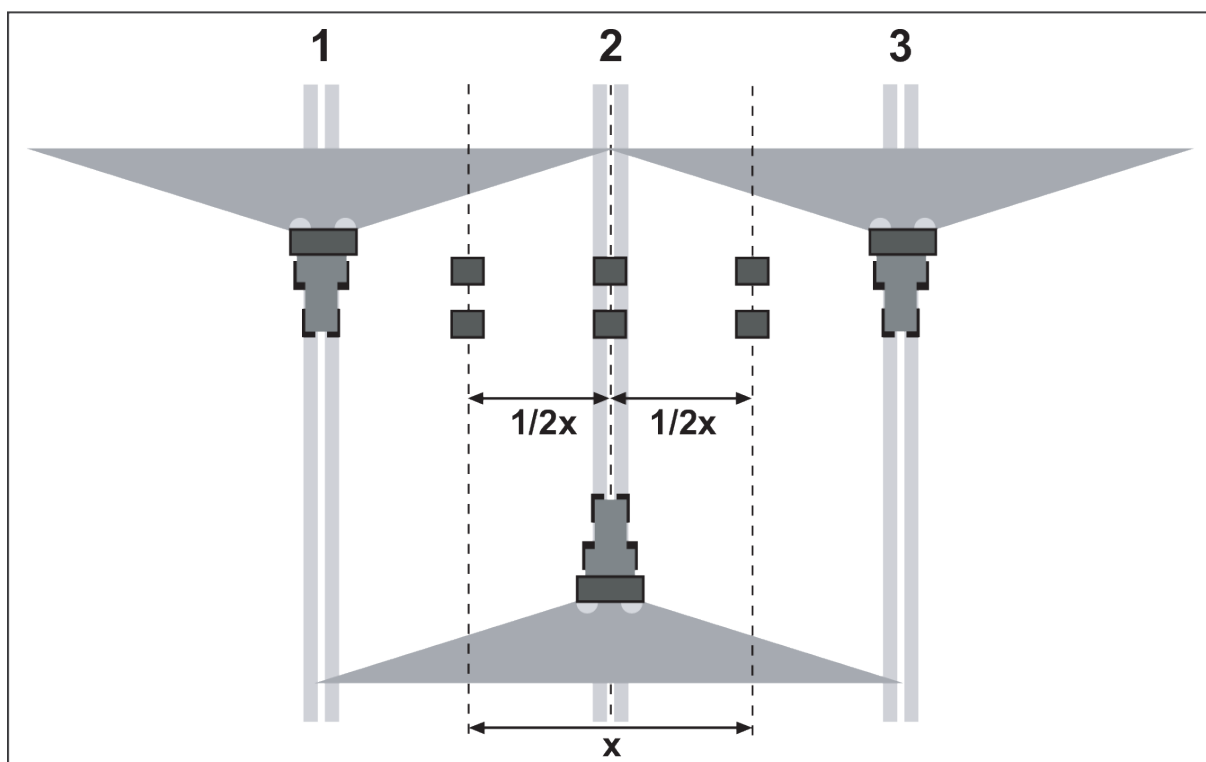

Fig. 54: Amplasarea pentru trei deplasări
- ▶ Amplasați câte două vase colectoare la distanță de **1 m** unul în spatele altuia în zonele de suprapunere (dintre traseele parcurse de tractor) și în traseul central de deplasare (ca în *Fig. 54*)